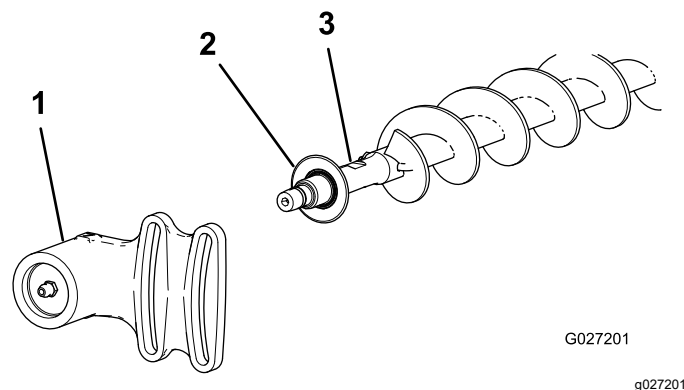
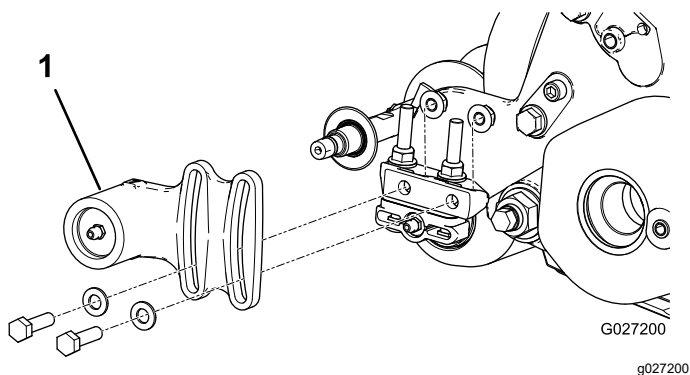

図 20
図 19
1. すでにローラブラシが取り付けられている場合は、駆動側でない方のベアリングハウジングをベアリングハウジング取り付けブラケットに固定しているボルト2本、ワッシャ、ナットを取り外す 図 19 と 図 20。
2. ブラシのシャフトから、非駆動側ベアリングハウジングとエクスクルーダシールを外す 図 20。
9. 非駆動側ベアリングハウジングとエクスクルーダシールをブラシシャフトに取り付ける 図 20。